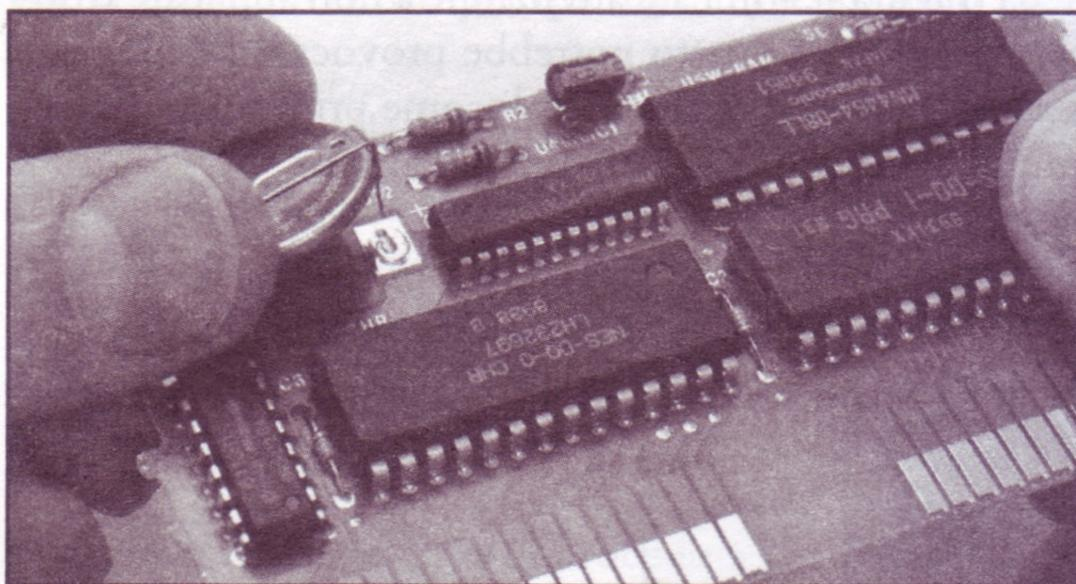

Figura 6.42 Sostituzione della batteria.
4. A questo punto inserite la nuova batteria al posto di quella vecchia (Figura 6.42). Accertatevi che il polo con il segno + (o positivo) sulla batteria venga inserito nel foro con il segno + sulla scheda dei circuiti.